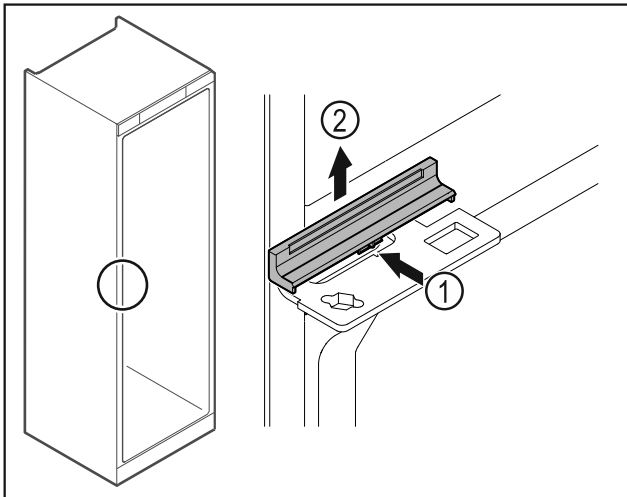

Fig. 43
- Кришку Fig. 43 (1) трохи натиснути в центрі та зняти рухом вгору Fig. 43 (2).